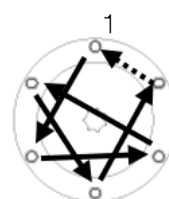

図 11-6
- ⑦ Oリングに亀裂やキズが無い、又締付フランジ面にキズや異物が無い確認してください。
- ⑧ フタを閉め、ナットを均等に締め付けます。(図 11-6)